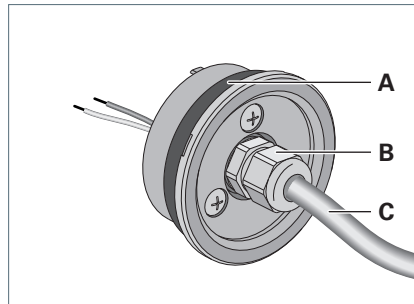

Fig. 3: Rohrleuchte RL70.
- ▶ Führen Sie das Kabel durch die Kabelverschraubung **B**, siehe Fig. 3.